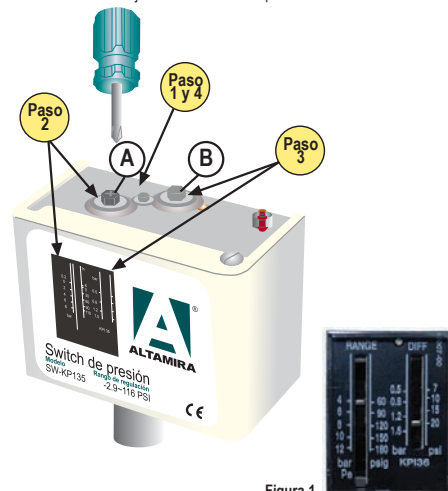

Figura 1
PASO 2 Ajuste la presión de corte (paro) del equipo por medio del tornillo negro posicionado a la izquierda del interruptor (vista superior). Con lo anterior, el equipo interrumpirá su marcha cuando la presión del sistema alcance la presión indicada por la aguja en la escala "RANGE" del interruptor. (Ver figura 1).
PASO 3 Para establecer la presión de arranque del equipo, se debe calibrar el diferencial de presión a través del tornillo plateado posicionado a la derecha del interruptor (vista superior). Ajuste el diferencial de presión deseado con respecto a la presión de corte anteriormente ajustada en el paso 2. Es decir, el equipo iniciará su marcha cuando la presión del sistema disminuya y alcance el diferencial indicado por la aguja en la escala "DIFF" del interruptor. (Ver figura 1).